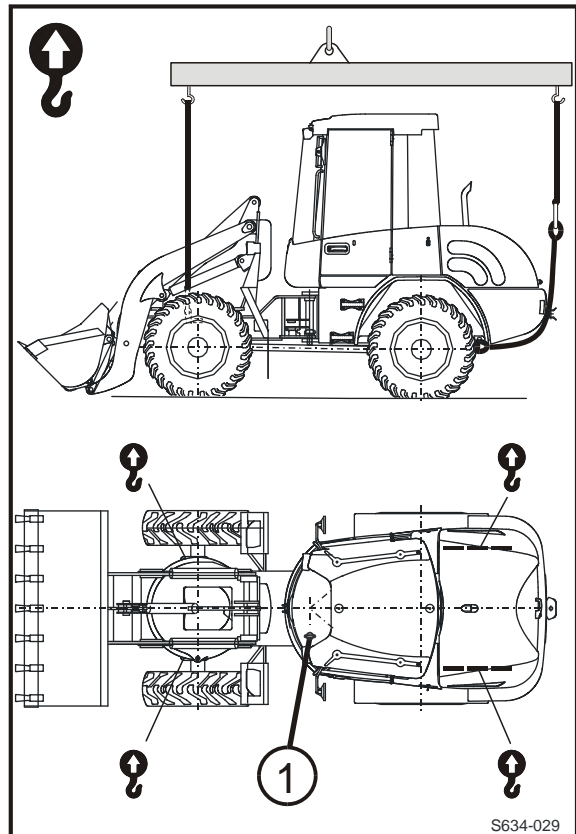

Fig. 29 Manutention du matériel par grue
- Accrocher la machine aux points marqués prescrits (fig. 29) à l'aide d'un appareil de levage